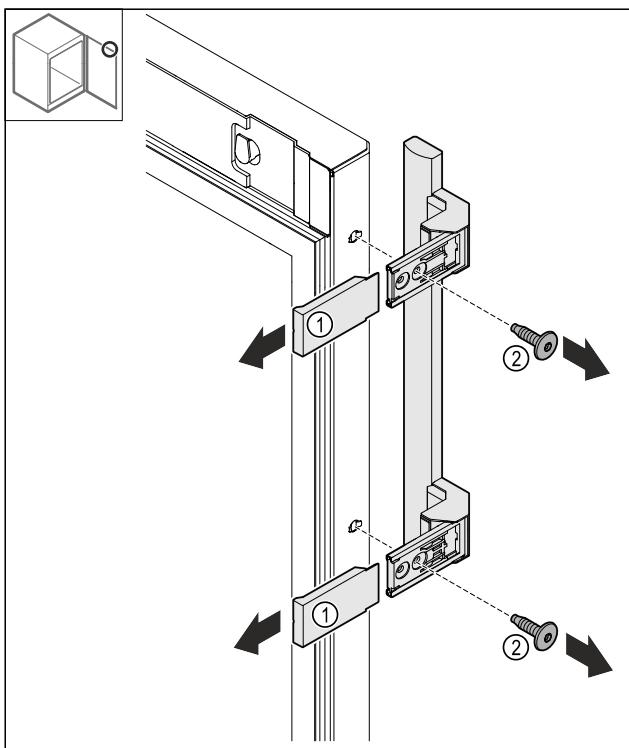

Fig. 19
► Abdeckungen Fig. 19 (1) abziehen.
► Schrauben Fig. 19 (2) lösen.